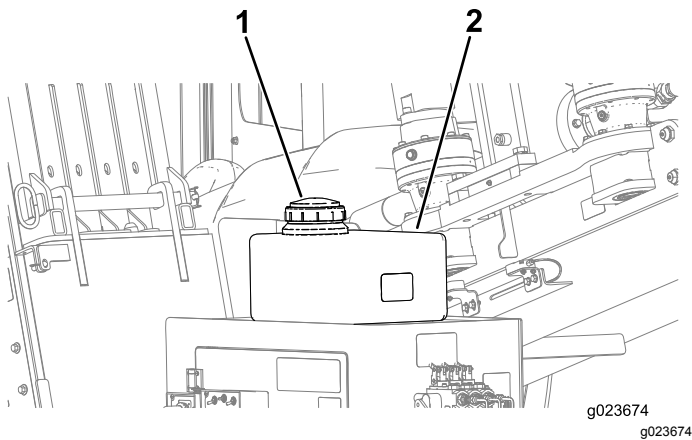

Figura 129
- C. Retire el tapón del depósito de anticongelante de la bomba de fluido de perforación (**Figura 129**).
- D. Asegúrese de que el depósito está lleno de anticongelante (**Figura 129**).
- D. Añada anticongelante al depósito según sea necesario (**Figura 129**).
5. Instale el tapón del depósito de anticongelante (**Figura 129**).